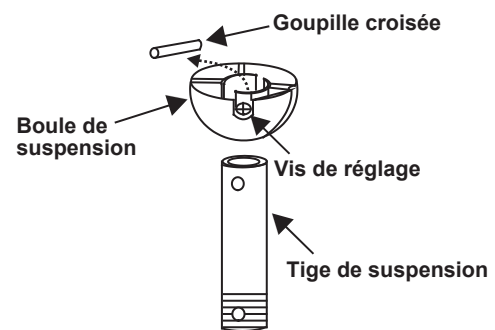

Figure 7
4. Retirez la boule de suspension de l'assemblage de la tige inférieure en desserrant la vis de réglage, en retirant la goupille transversale et en faisant glisser la boule hors de la tige. (Fig. 7)
5. Desserrez les deux vis de réglage et retirez la goupille d'attelage et la goupille de verrouillage de l'arbre central/accouplement supérieur de l'ensemble moteur. Cela permettra à la tige de suspension d'entrer dans l'arbre central. (Fig. 7)